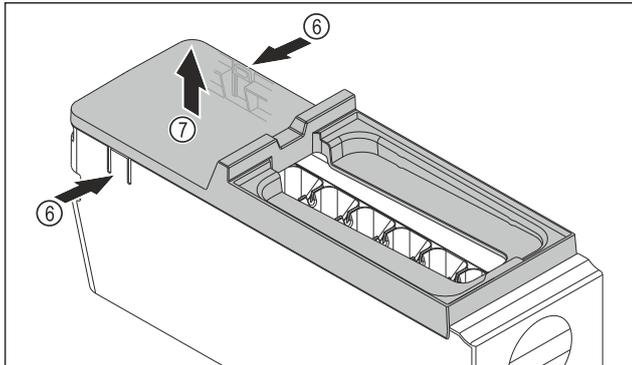

Fig. 97
- ▶ Extraer la cubierta del EasyTwist-Ice: Presionar con la mano las lengüetas Fig. 97 (6) a ambos lados del cuerpo del EasyTwist-Ice.
- ▶ Sacar la cubierta Fig. 97 (7) con la otra mano tirando hacia arriba.